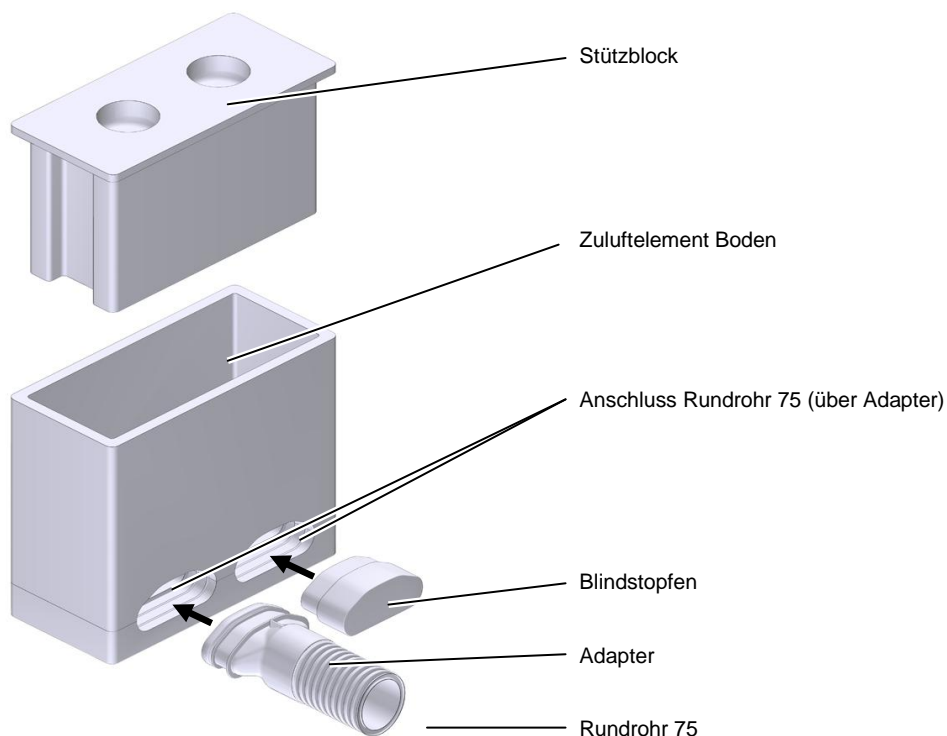

Abb. 26 Zuluftelement Boden
- Verschließen Sie bei Verwendung mit nur einem Rundrohr 75 den zweiten Anschluss mit einem Blindstopfen (siehe Abb. 26).